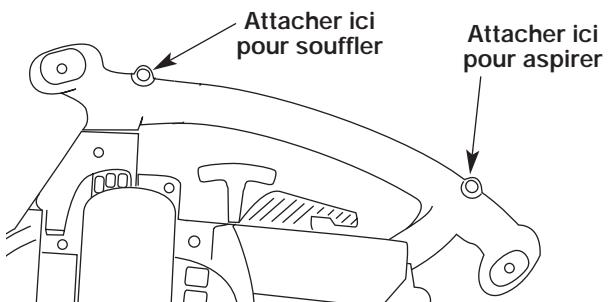

Fig. 7
3. Encluez le clip dans le support de fixation à l'avant ou à l'arrière de la poignée. Attachez à la partie antérieure de la poignée lorsque vous servez de la machine dans sa configuration souffleur, et attachez à la partie postérieure de la poignée lorsque vous servez de la machine en configuration aspirateur (Fig. 7).